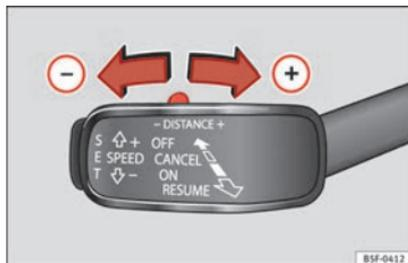

Fig. 199 Leva di comando: regolare la distanza.
- Per indicare la distanza attualmente programmata, premere brevemente il tasto doppio »» fig. 199.